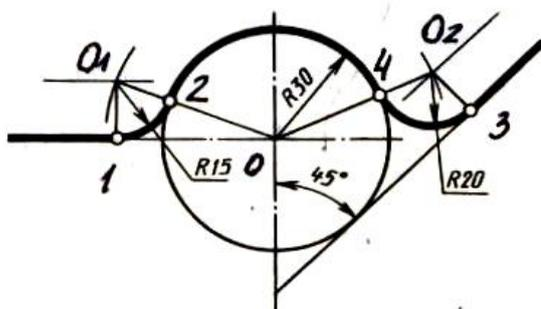

Рисунок 25 – Сопряжение двух прямых с дугой
**3) Сопряжение двух прямых с дугой (рисунок 25).**